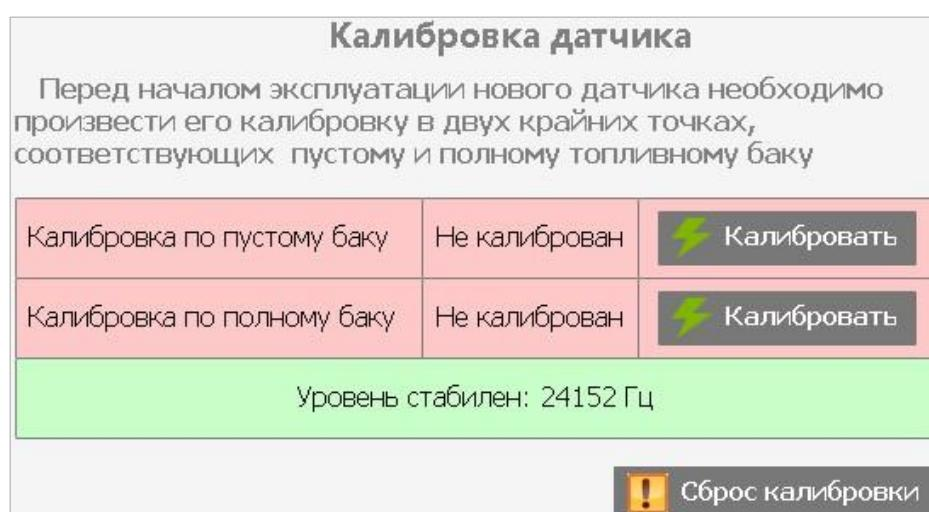

Рисунок 10. Калибровка (датчик не калиброван)
4. После стабилизации показаний в программе, произвести калибровку по «полному баку» (рис. 10).
6. После стабилизации показаний в программе, произвести калибровку по «пустому баку» (рис. 10).